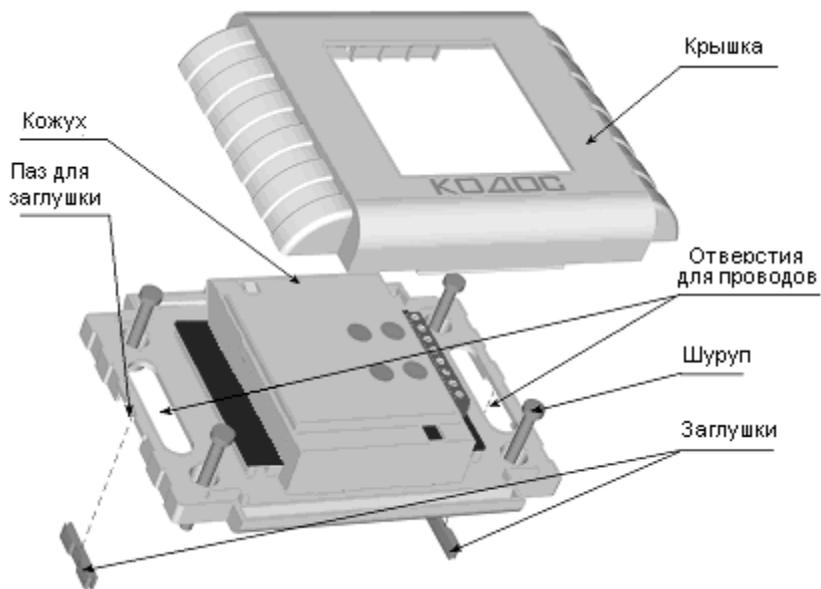

Рисунок 4 – Крепление адресного блока «КОДОС А-07/4»
4.2.2 Снять с изделия крышку (см. рисунок 4).
- в случае, когда провода подходят сбоку адресного блока «КОДОС А-07/4» (например, из короба или гофрированного шланга), снять заглушки (см. рисунок 4);
- через отверстия для проводов (если провода идут из стены) или через пазы для заглушек и отверстия для проводов (в случае, если провода подходят сбоку) (см. рисунок 4), протянуть провода к кожуху адресного блока «КОДОС А-07/4»;